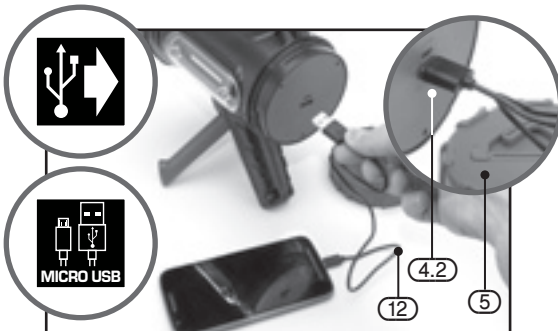

FIG.5
8.4 USB POWER TAKE OFF – FIG. 5